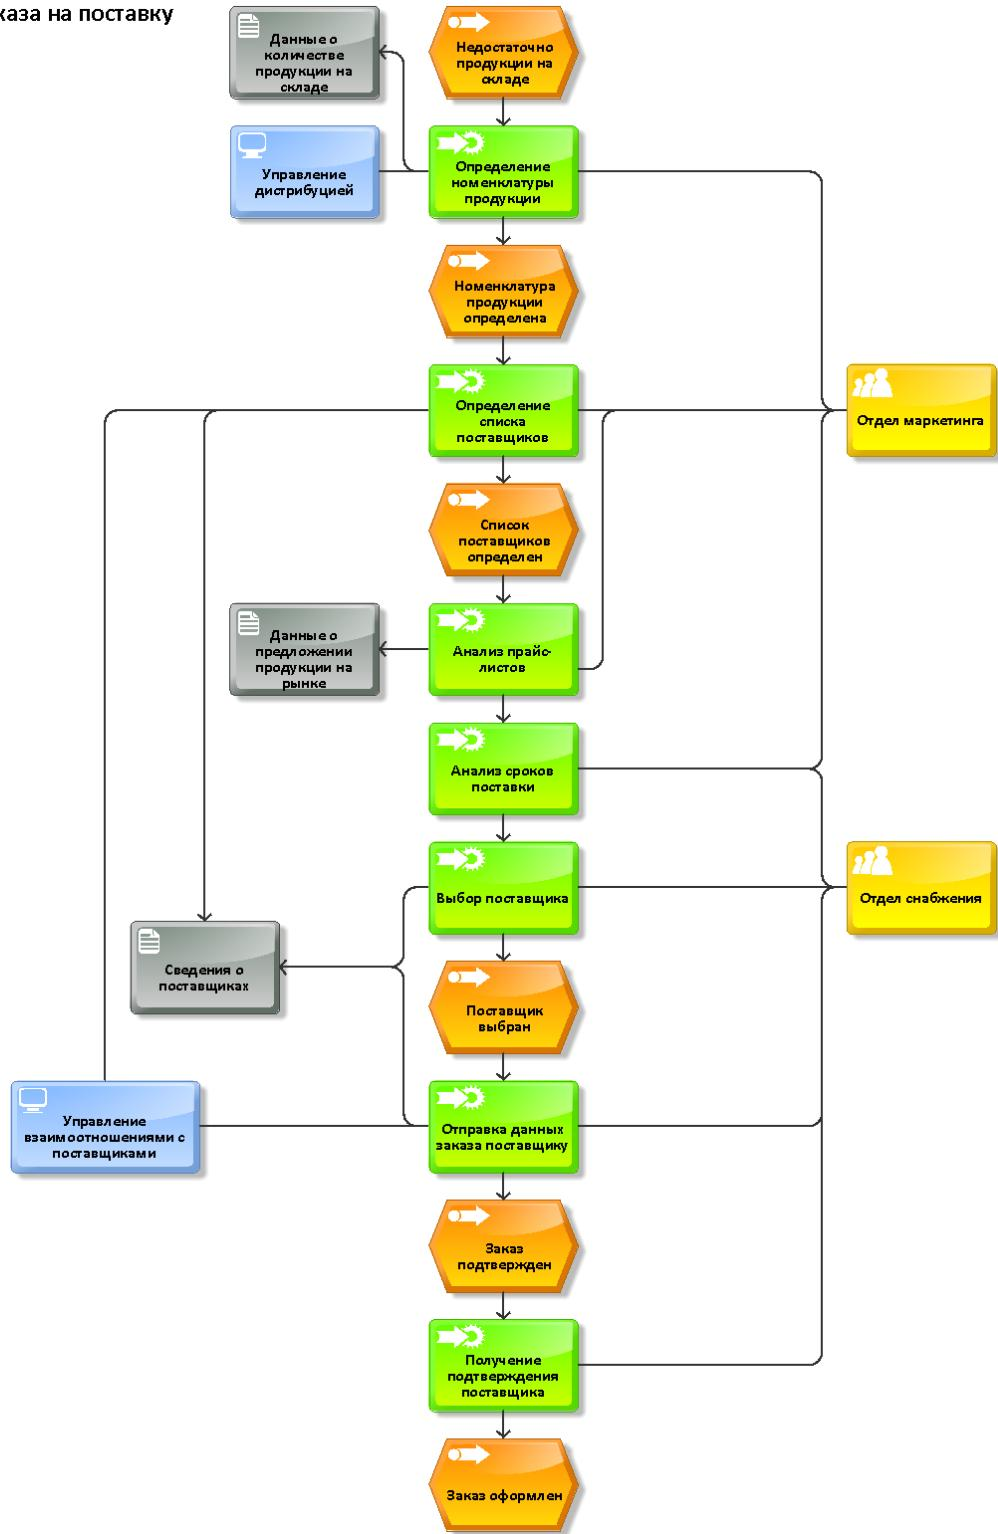

Рисунок 2.25
12. Сохранить построенную модель бизнес-процесса «Формирование заказа на поставку» (рисунок 2.25).